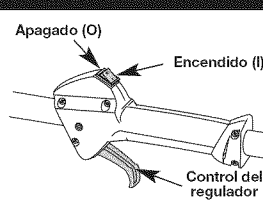

Fig. 7
NOTA: No hay necesidad de encender la unidad. El Control de Encendido y Apagado está en la posición **Encendido (I)**, en todo momento (Fig. 7).
2. Oprima y mantenga oprimido el control de encendido y apagado en la posición de **APAGADO (O)** hasta que el motor se detenga por completo (Fig. 7).